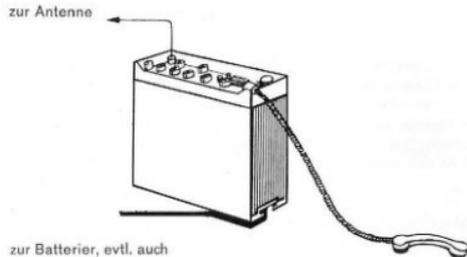
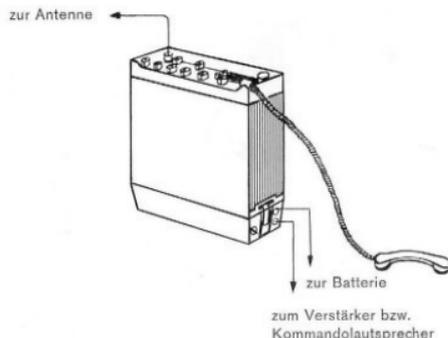

Bild 3. FuG 7b ohne Batteriekasten als Fahrzeuggerät
Bild 4. FuG 7b mit leerem Batteriekasten (Anschlußteil) oder mit 10-W-Verstärker als Fahrzeuggerät
2.1. Fahrzeug-Einsatz (Bild 3 und 4)
Soll ein zusätzlicher 3-Watt-Anruflautsprecher (z. B. bei starken Umgebungsgeräuschen) verwendet werden, so läßt sich ein entsprechender 3-W-Verstärker an das SE-Gerät (Bild 3) oder den Batteriekasten (Bild 4) anschließen.